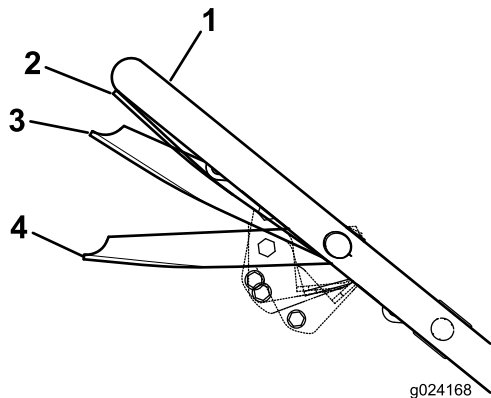

Figura 16
3. Apriete la barra de control de la cuchilla contra el manillar hasta la posición Marcha/avance (Figura 16).
Importante: Si cambia de velocidad mientras aprieta la barra de control de la cuchilla contra el manillar en la posición de Marcha/avance, podría dañar la transmisión. Mueva la barra de control de la cuchilla a la posición Marcha/cambio (Figura 16) antes de cambiar la velocidad de avance.